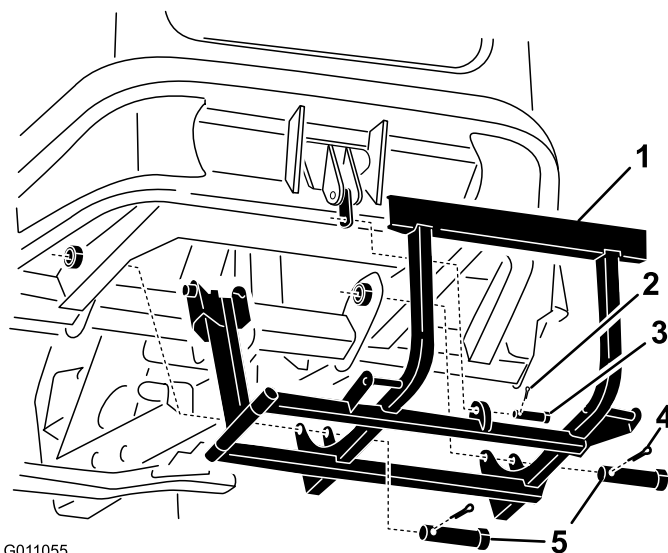

Figura 9
2. Installate la staffa di fissaggio dell'insaccatrice sul fondo della macchina con 2 cavallotti grandi e 2 coppiglie grandi (Figura 9).
3. Ruotate verso l'alto la staffa di fissaggio dell'insaccatrice e fissatela all'attacco con un cavallotto piccolo e una coppiglia piccola (Figura 9).